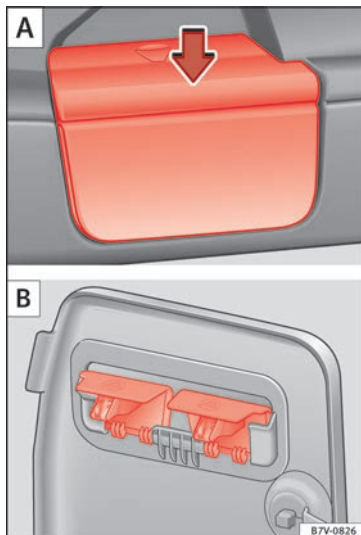

Fig. 165 Retirez les supports de la plage arrière A et rangez-les dans un endroit sûr B.
- Retirez la plage arrière du support des revêtements latéraux » » **fig. 165 A**. Appuyez pour cela sur la plage arrière vers le bas (flèche) et retirez-la.
- Ouvrez le compartiment du revêtement latéral gauche arrière du coffre à bagages » » **page 175** et accrochez la plage arrière à la partie arrière du cache du compartiment » » **fig. 165 B**.